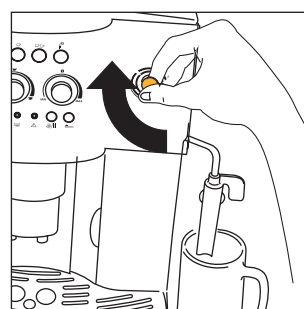

Fig.6
4. Efter några sekunder börjar det komma ut vatten ur cappuccinoröret. Vrid ångreglaget medsols ett halvt varv (fig. 6) för att avbryta vattenutmatningen när koppen innehåller 30 cc.
- Vrid ångreglaget medsols (fig. 6) för att avbryta vattenutmatningen och sätt tillbaka cappuccinoröret i utgångsläget vid maskinens mitt.
- Vrid cappuccinoröret utåt (fig. 6).
- Avbryt sedan utmatningen genom att vrida reglaget medsols så långt det går (fig. 6).
- När önskad temperatur har uppnåtts avbryter du utmatningen av ånga genom att vrida reglaget medsols så långt det går (fig. 6).